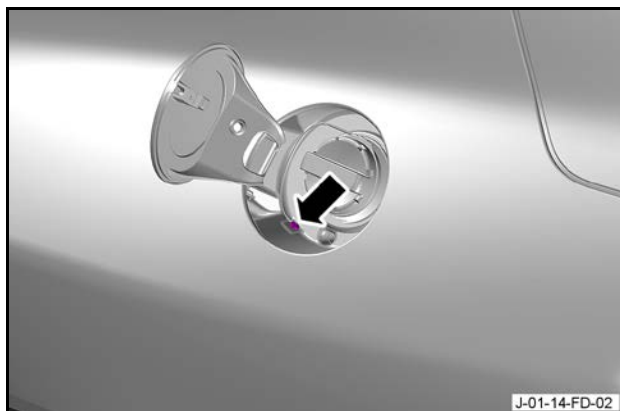

Figure 11
17. Posez et serrez la vis qui fixe la sangle du bouchon de la trappe à carburant à la carrosserie (voir Figure 11).